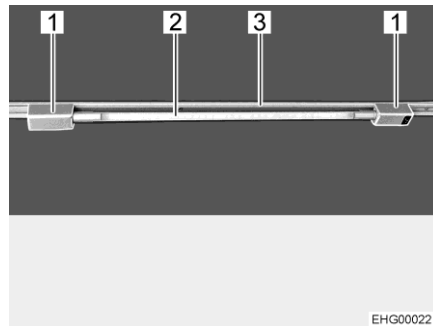

Bild 30 Lysrör
- Sätt in båda hållarna (Bild 30,1) i skenan (Bild 30,3). Vrid hållaren med 90°.
- Sätt in ljuskällan (Bild 30,2) i en av hållarna.
- Vrid på ljuskällan (Bild 30,2) tills önskad ljusstyrka har uppnåtts.